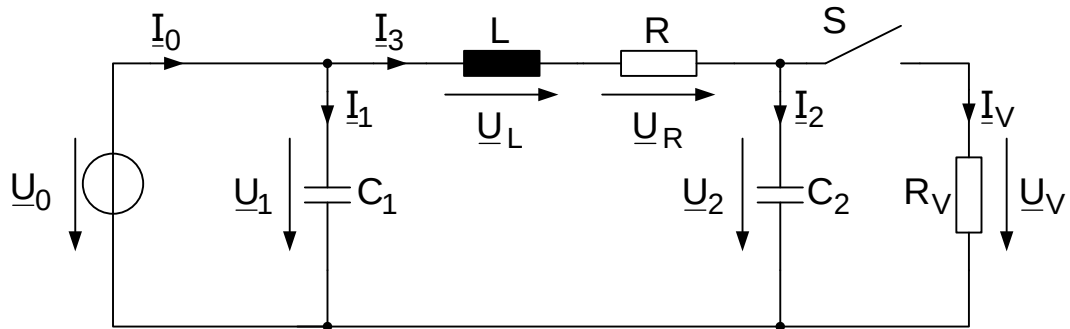

Bild 1.1: Ersatzschaltbild der Schaltung
Die in Bild 1.1 dargestellte Schaltung wird an einer sinusförmigen Wechselspannung mit der Frequenz f betrieben. Nachfolgend soll das Verhalten der Schaltung in Abhängigkeit der Bauteile und ihrer Werte berechnet werden.
- Vervollständigen Sie auf dem Lösungsblatt das qualitative Zeigerdiagramm für die in Bild 1.1 dargestellte Schaltung so, dass alle eingezeichneten Spannungen und Ströme enthalten sind.